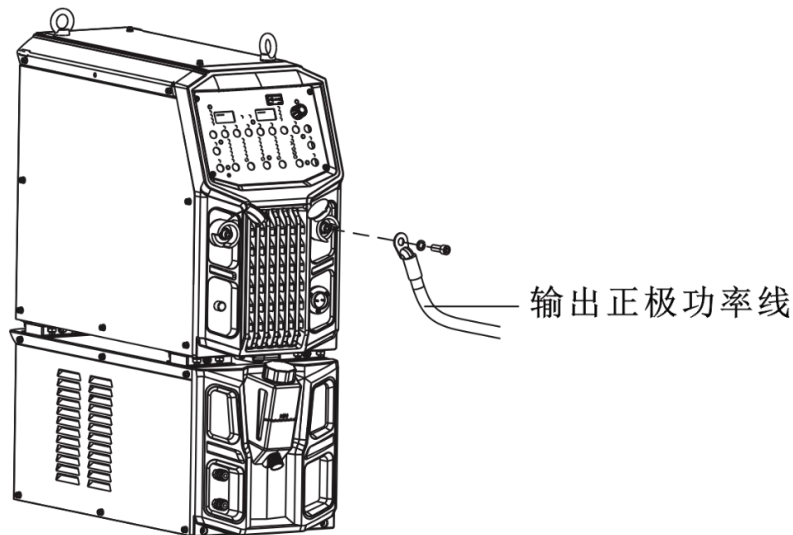

图 2-3 输出正极功率线连接示意图
3. 用内六角扳手将 M10 螺钉拧紧，如图 2-3 所示。